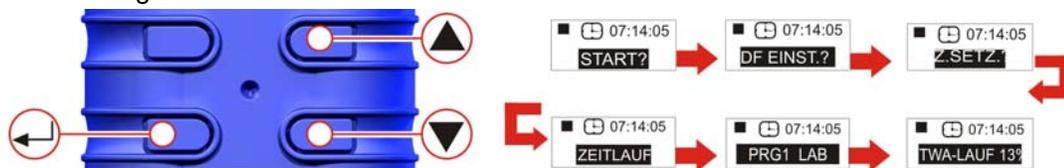

Abbildung 7 Menüoptionen
D. MENÜOPTIONEN FÜR STOPP-MODUS (Abb. 7)